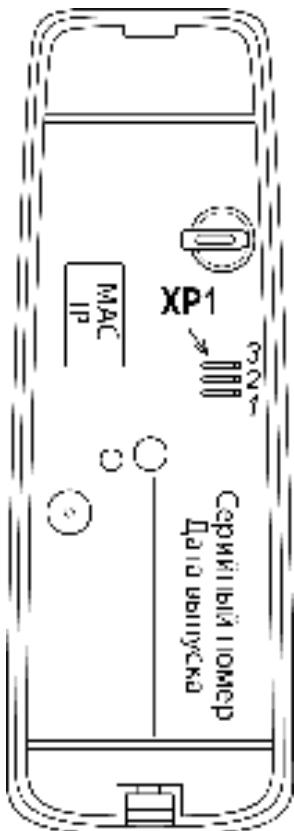

Рисунок 1. Внешний вид тыльной стороны контроллера
Выбор способа задания IP-адреса контроллера осуществляется установкой или снятием перемычки (джампера) на разъеме **XP1** на тыльной стороне контроллера. Расположение разъема **XP1** указано на рис. 1. Возможны следующие способы задания IP-адреса:
6. При необходимости изменения способа задания IP-адреса контроллера (см. разд. 5.7) установите перемычку (джампер) на разъем **XP1** согласно табл. 1. Расположение перемычки указано на рис. 1.